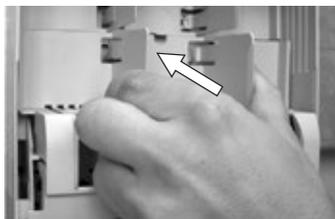

Figura 9
- Mueva la protección de terminales hacia la base, hasta que sus grapas se sujeten (Figura 9).